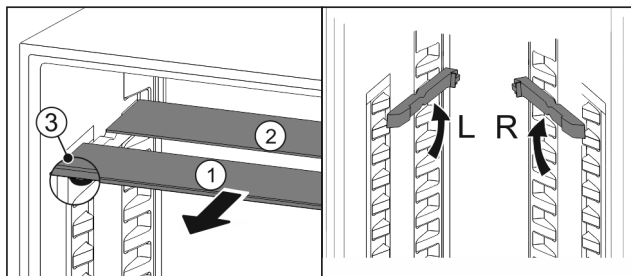

Fig. 150
- ▶ Skleněné desky jednotlivě vytáhněte dopředu Fig. 150 (1).
- ▶ Skleněná deska Fig. 150 (1) s ozdobnou lištou leží vpředu.
- ▶ Zářezky Fig. 150 (3) směřují dolů.